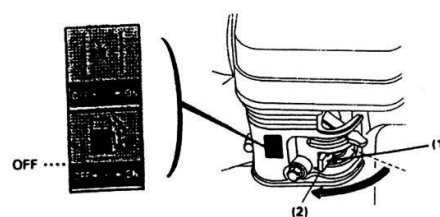

Fig. 25
- 4) Portare la valvola del carburante in posizione OFF. (Fig. 25)